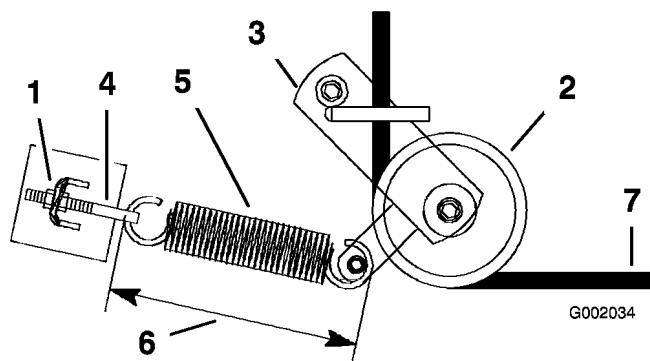

Figure 45
4. Desserrez l'écrou extérieur sur le boulon à œil du ressort (Figure 45).
6. Enlevez la poulie de tension rappelée par ressort (Figure 45).
7. Faites passer la courroie neuve dans le bras de la poulie de tension (Figure 45).
9. Serrez l'écrou extérieur sur le boulon à œil du ressort (Figure 45).
Remarque: Vérifiez la longueur du ressort. Il doit mesurer 238 + 3 mm (9-3/8 + 1/8 po) une fois en place. Procédez à un réglage si la longueur n'est pas correcte (Figure 45).